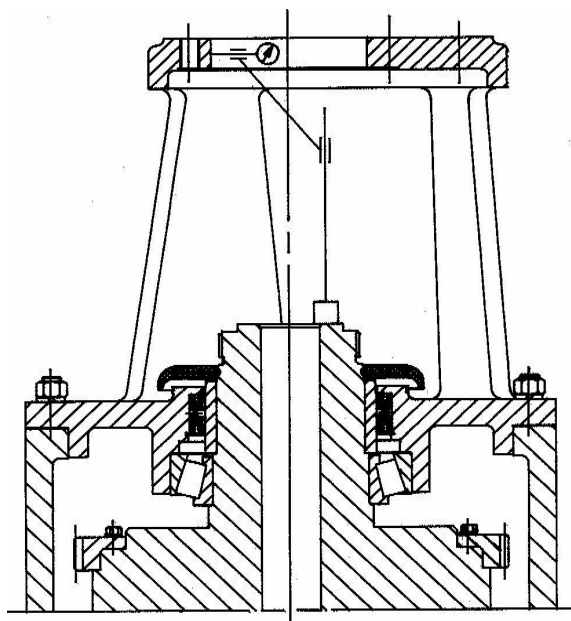

图 5 装配时的检查与调整
- 8.3.1 按图 5 检查上盖孔，径跳量为  $0.20\text{mm}$